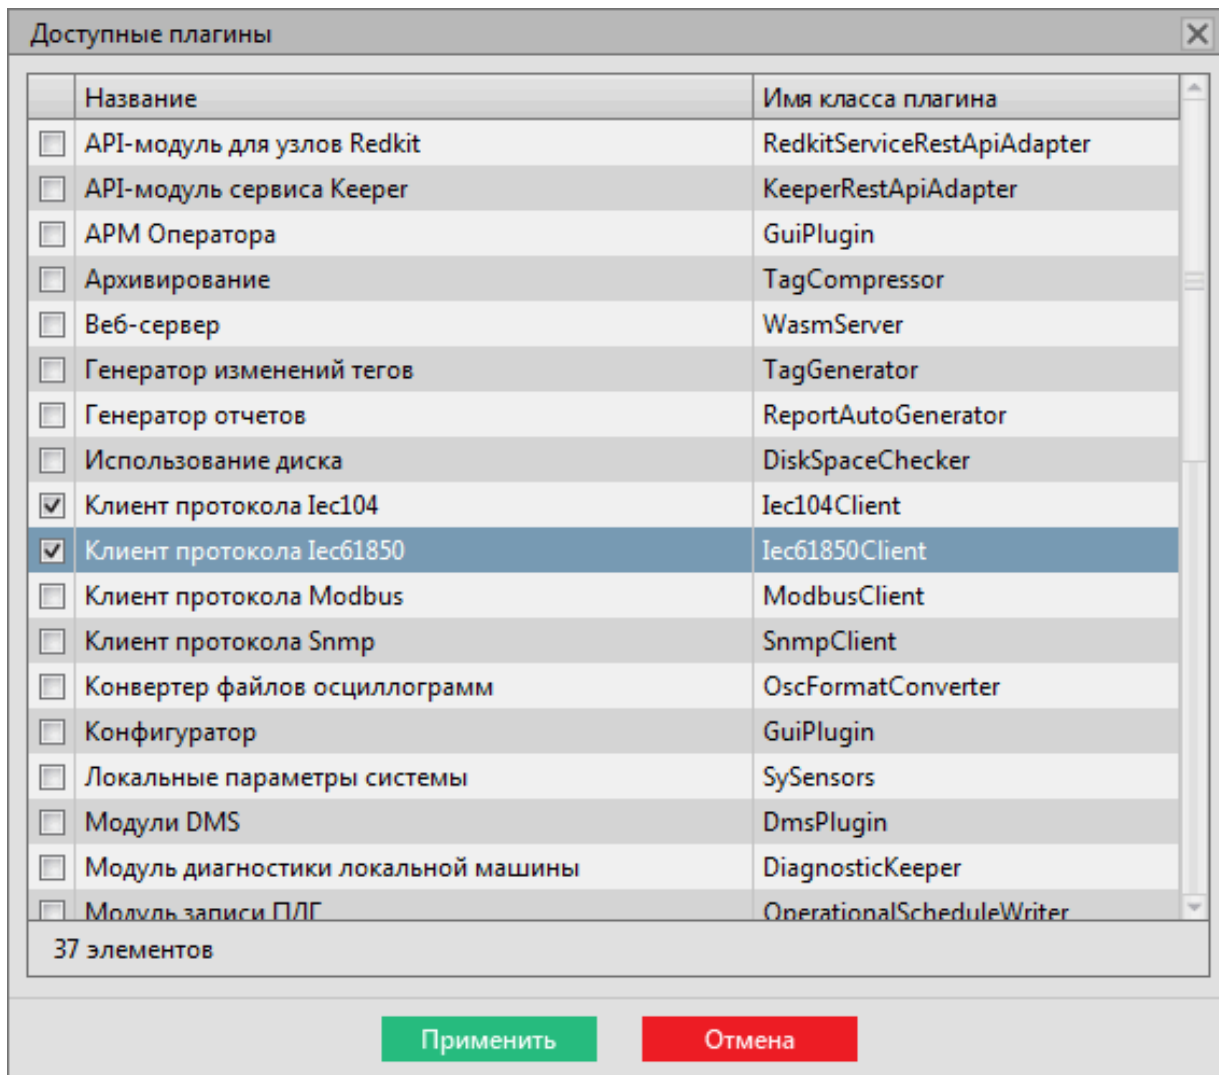

Рисунок 266 - Добавление модулей
2. Выберите один или несколько модулей (Рисунок 266).
3. Нажмите **Применить** (Рисунок 266).